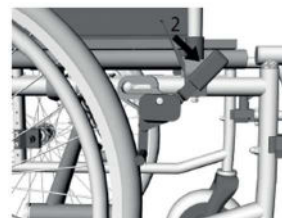

fig. 13
2. Presione la palanca de freno más hacia delante hasta que note que encaja (2, fig. 13).